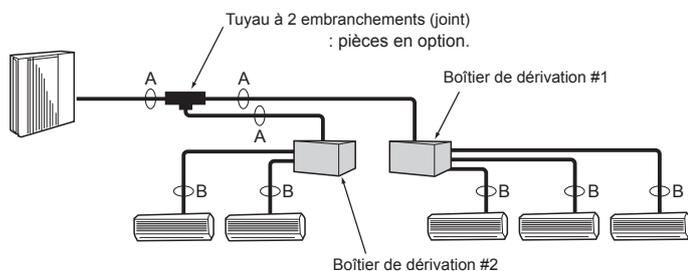

Fig. 4-3
4.3.2. Raccordement avec boîtier de dérivation (Fig. 4-3)